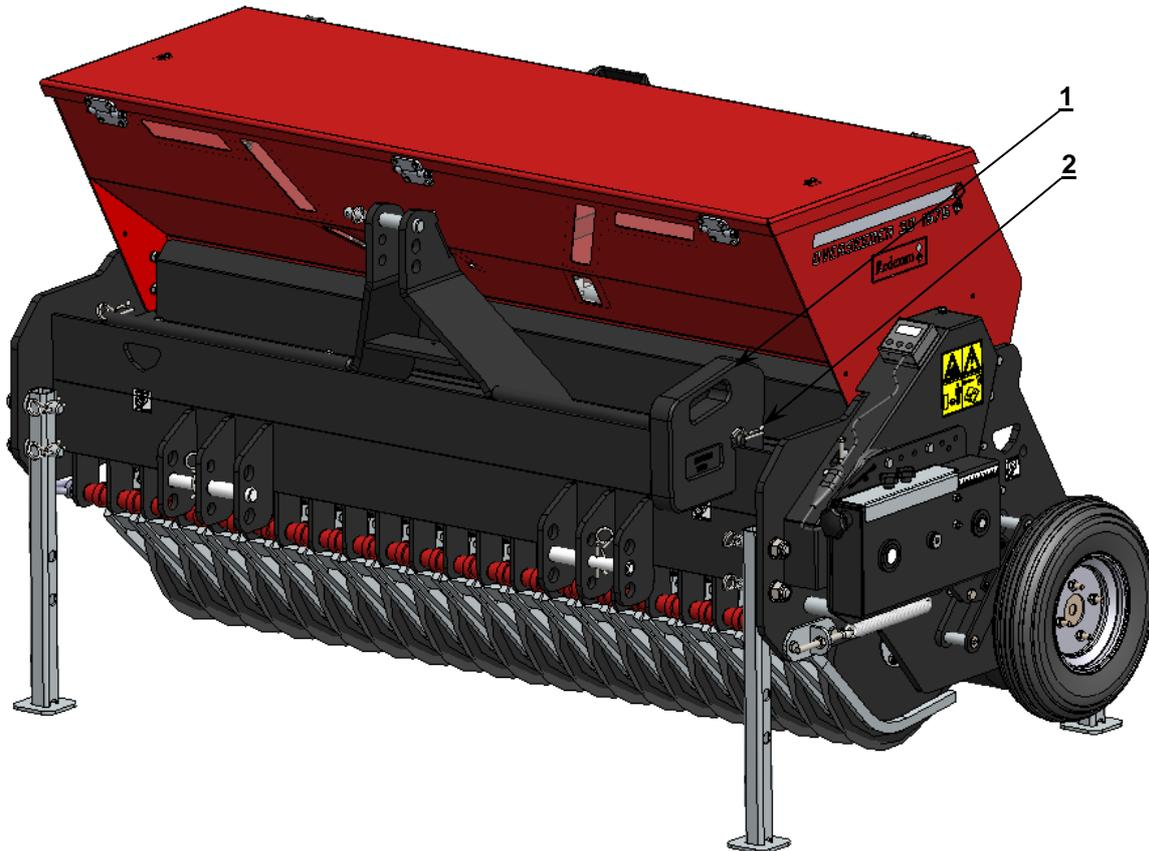

Abbildung 9
Die Overseeder 3D ist serienmäßig mit einem Vorderbalken ausgestattet, an dem die Gewichte (1) befestigt werden können (siehe **Abbildung 9**).